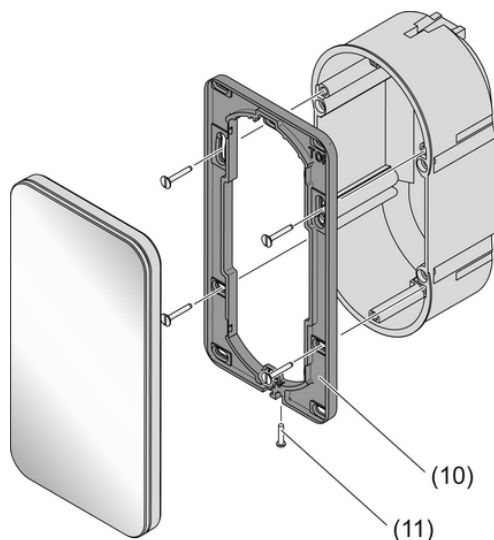

Bild 11
- Montagerahmen (10) ausrichten und mit der Unterputzdose oder der Wand verschrauben (Bild 11). Markierung **TOP** = OBEN beachten. Beiliegendes Schraubenset verwenden.
- Versorgungsspannung an Klemme (5) anschließen.
- KNX Busspannung an Klemme (7) anschließen.
- Optional: Externen Temperaturfühler an Klemme (6) anschließen.
- Sicherungsschraube (11) unten am Montagerahmen anziehen. Kreuzschraubendreher Typ Pozi-Drive, Größe 0 verwenden.